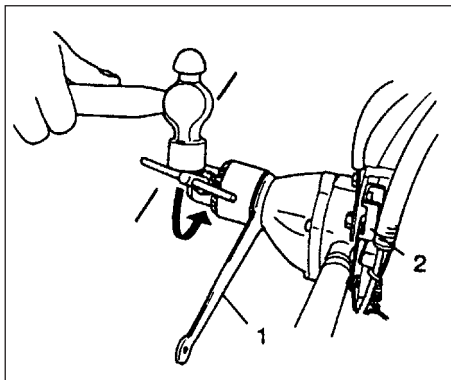

Fig. 2-6
- Apretar el bota más seguramente, puso una 19 Mm llave grande (1) entre el caso engranados bota para cerrar árbol motor. La vuelta en cierra palanca (2) entonces golpeó el montado bota el asidero con un martillo para atornillar (a la derecha) el bota. (TED-270PFL/270PFLS/270PFDH/270PFDLS/270PFHS) (Fig. 2-6)